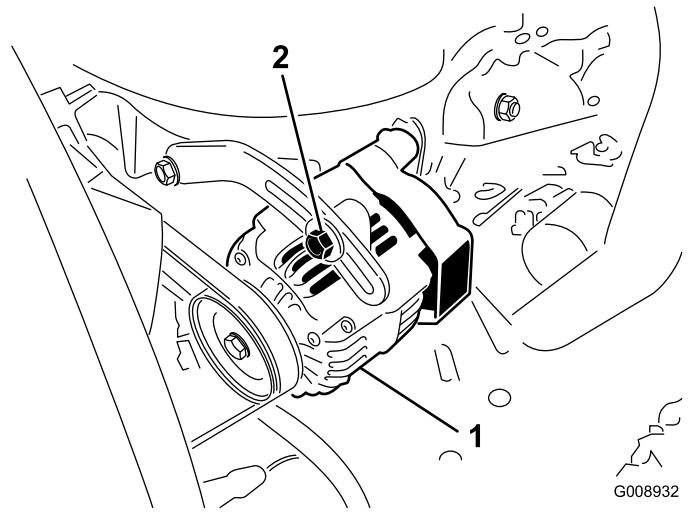

Figura 64
2. Si la desviación no es de 10 mm ( $\frac{3}{8}$ "), afloje los pernos de montaje del alternador (Figura 64).